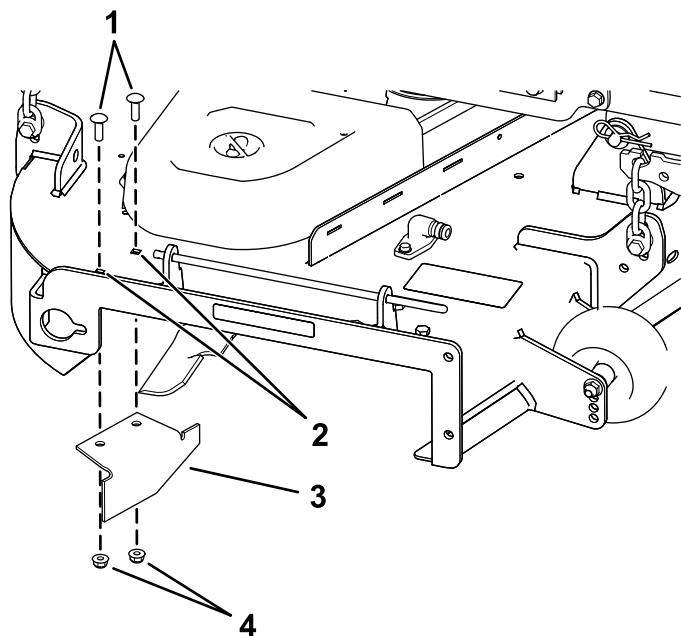

Рисунок 20
- Найдите отсекающий дефлектор в пакете с отдельными деталями, снимите крепежные детали в задних отверстиях пластины выброса и установите дефлектор в месте расположения отверстия бокового выброса деки газонокосилки (Рисунок 20).